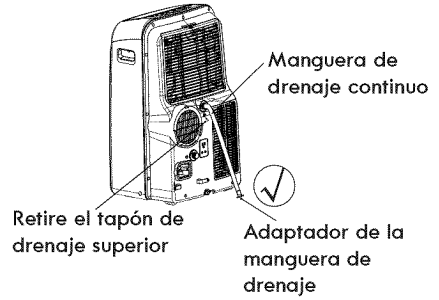

Fig.19
1. Para el modo de deshumidificación, saque el tapón de drenaje del conjunto de orificio de drenaje superior. Empuje con seguridad el extremo abierto de la manguera de drenaje suministrado a través del conjunto. Coloque el extremo del adaptador de la manguera directamente a través de un desagüe del suelo de modo que el agua fluya hacia el desagüe. Véase la Fig. 19.